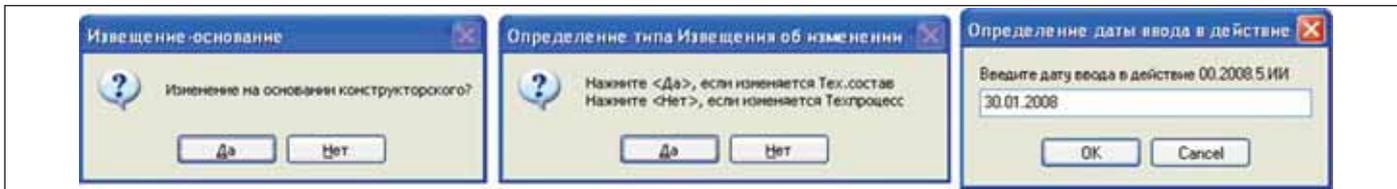

Рис. 8. Изменение расцеховки – шаг 2
- Шаг 2.** Проанализировав информацию об инициаторе процесса, программный модуль запускает выполнение процесса по определенному сценарию, при этом уточняя информацию о создаваемом документе (рис. 8).